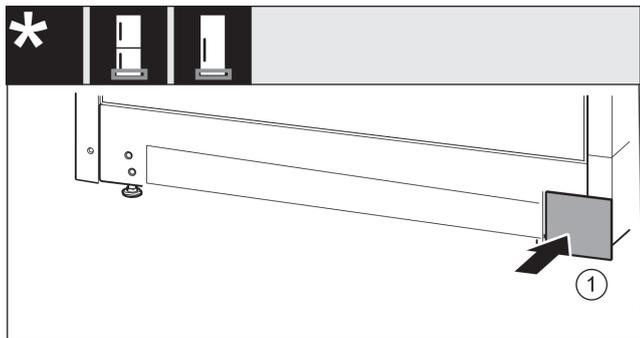

Fig. 17
- Vuelva a colocar la cubierta Fig. 17 (1) en el otro lado.